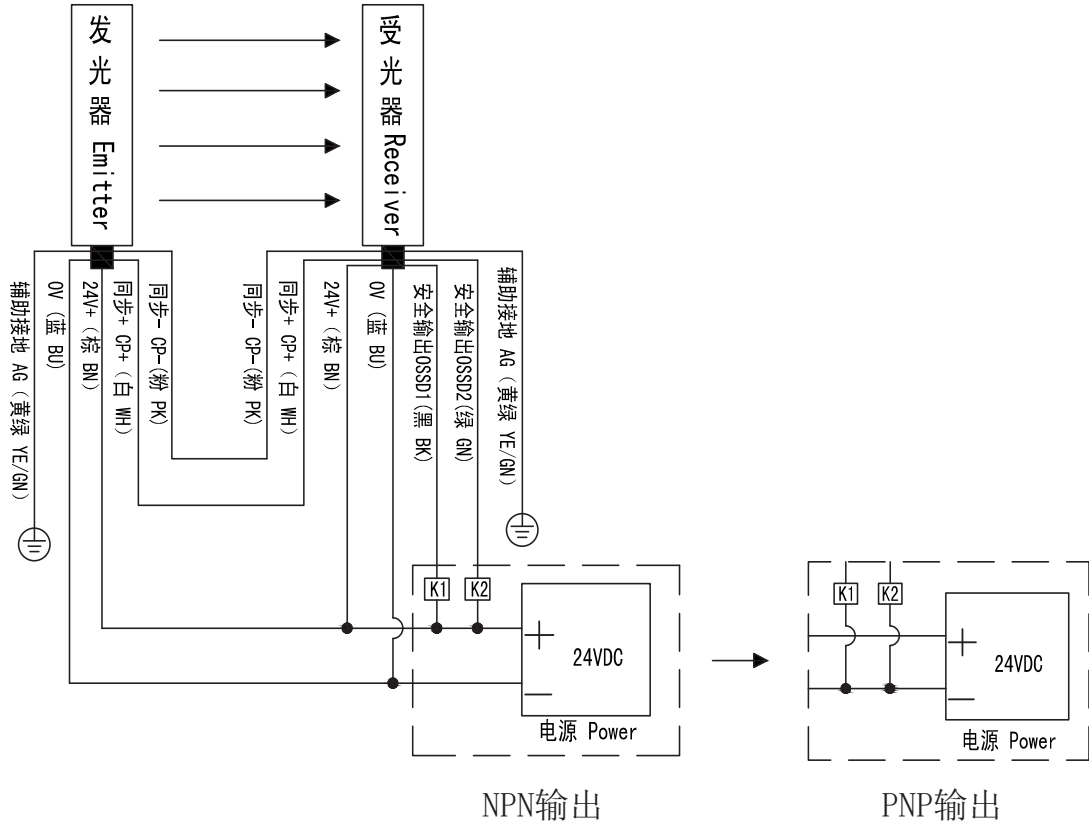
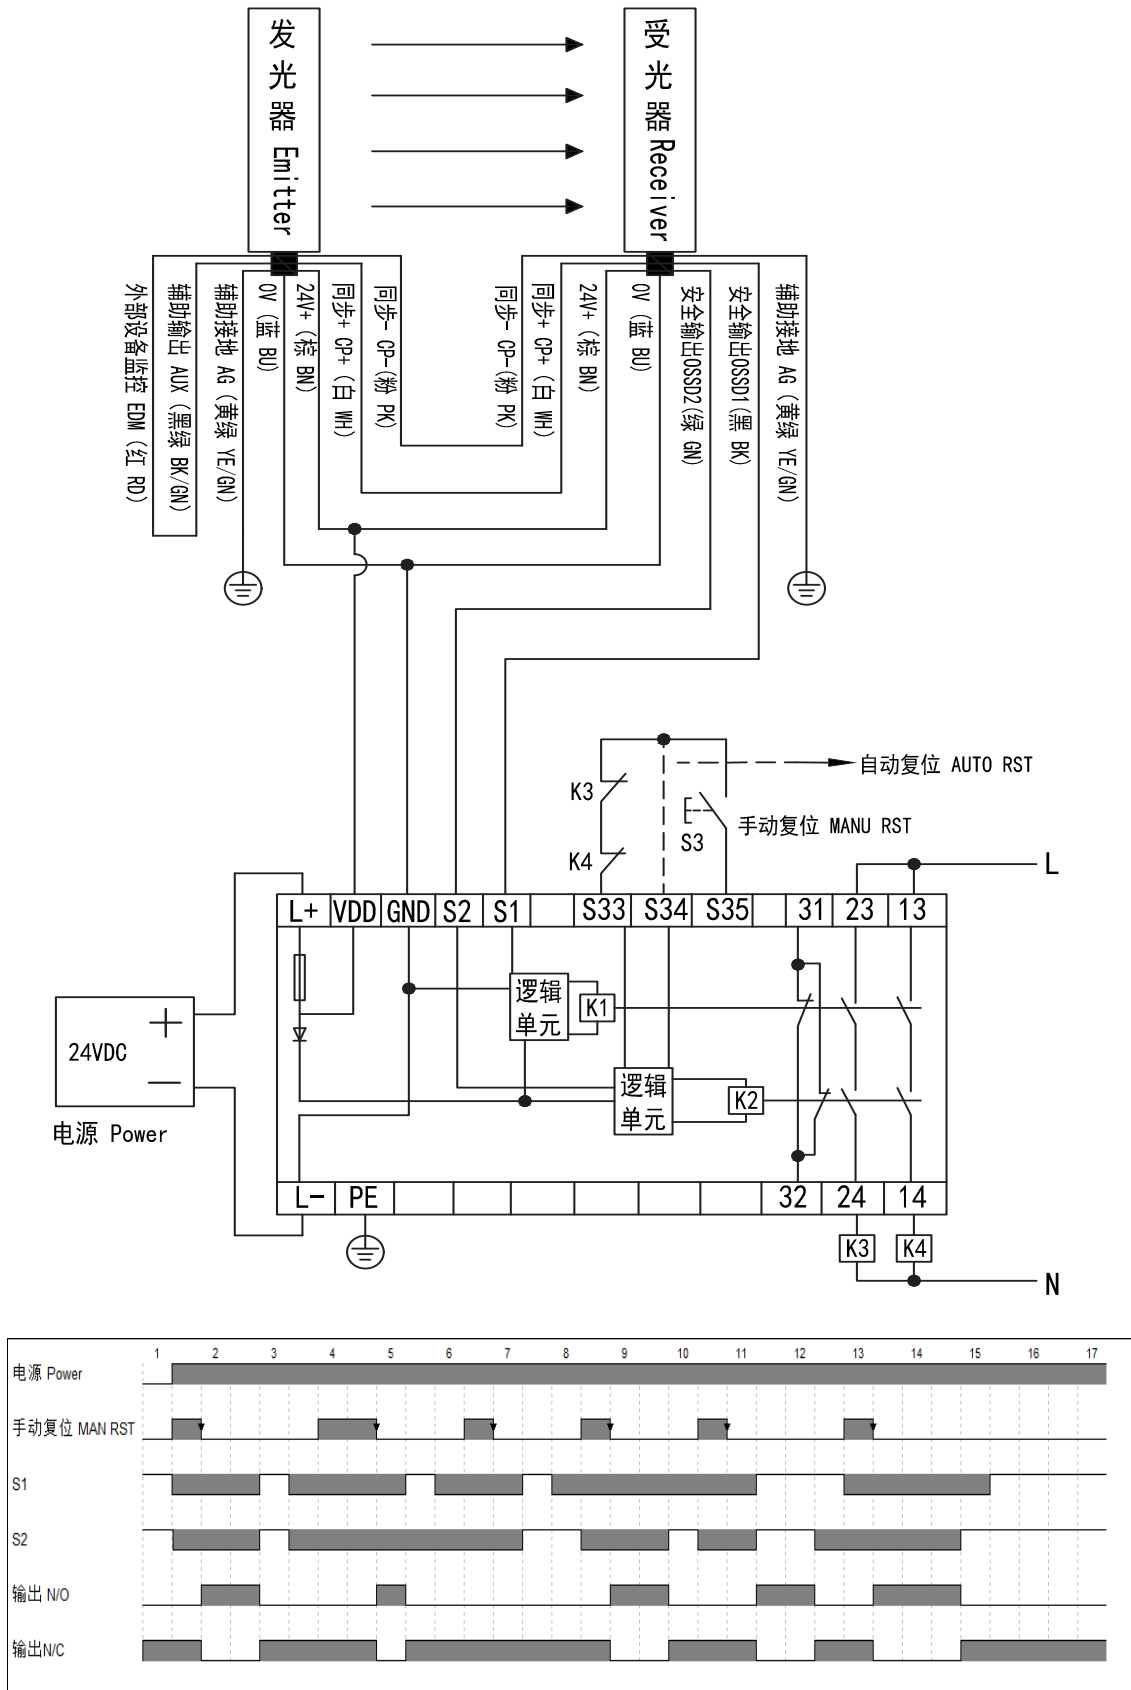

图7-1 SF系列安全光幕接线图
图7-5 SF系列安全光幕与SR4P2A1B24N/P接线图，时序图
- 4、图7-1、7-2中K1、K2、K3，图7-5、7-6、7-7、7-8、7-9中K3、K4为外部设备，应选用具有强制导向结构的继电器或电磁接触器。